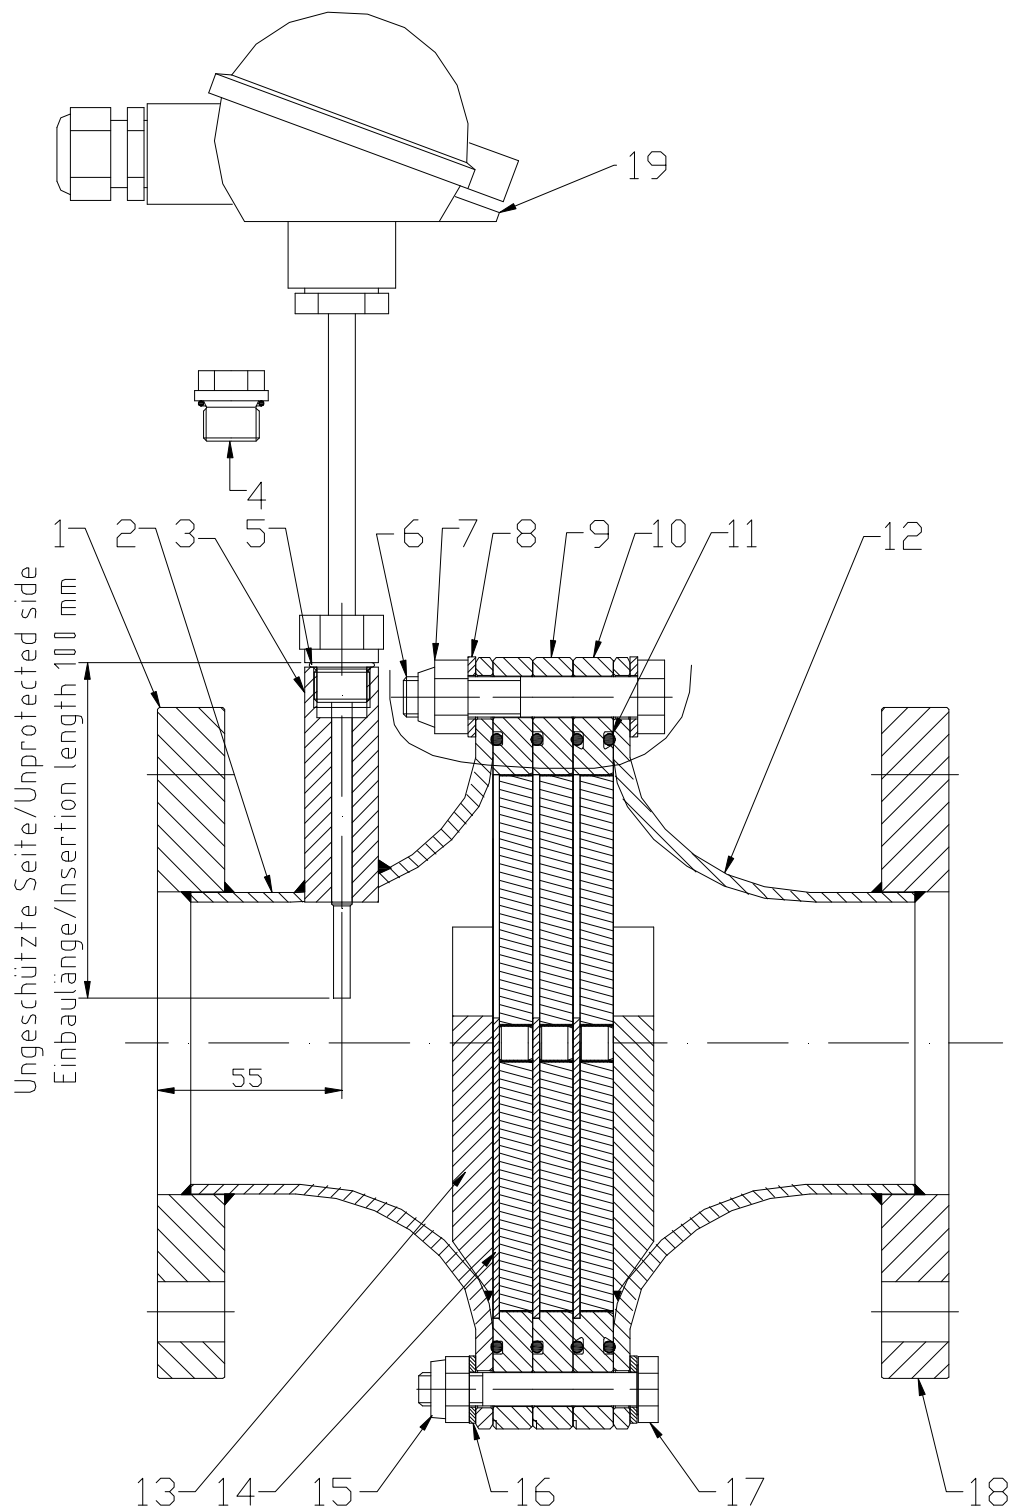

Bild 1
(Siehe Bild 1)
Die Bandsicherung (10) immer zuerst auf Gehäuse (12) auflegen, um die Abdichtung am Gehäuse und der folgenden Bandsicherung (9) sicherzustellen. (Siehe Bild 1).
- Bestellnummer (Position siehe **Bild 1**)